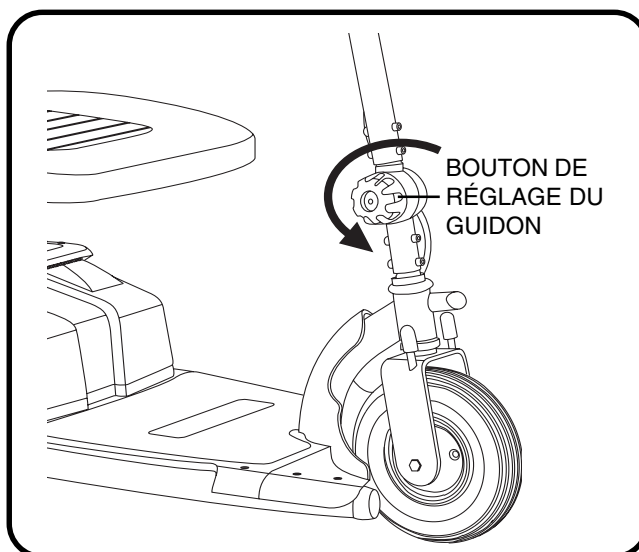

Figure 7.1 Réglage du guidon
1. Desserrez le bouton de verrouillage dans le sens opposé à l'horloge (Fig. 7.1).